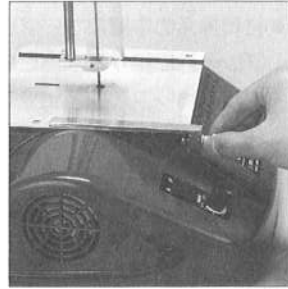

図9
- 平行定規はベースの前部の裏面に溝がついています。定規の平板を上置いて、ネジの先端についている円形部を溝に入れて締めつけてください。(図9参照)
- ④目盛は目安としてご使用ください。溝に入れるとき、円形部の平面部(○)を上にして差し込みます。